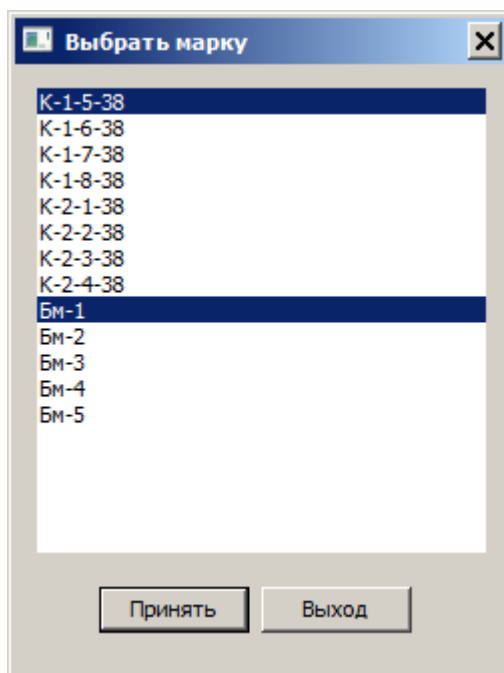

Рис.7.31. Диалоговое окно **Выбрать марку**
- вызовите диалоговое окно **Выбрать марку** (рис.7.31) щелчком по кнопке ... напротив параметра **Маркировка**;